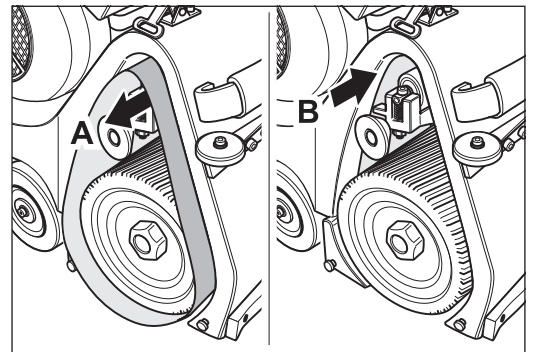

Abb. 41 Verläuft das Schleifband in Richtung **A** oder **B**, muss der Schleifbandlauf eingestellt werden.
- 5 Wenn das Schleifband entweder nach vorne (Richtung **A** in Abb. 41) oder nach hinten (Richtung **B** in Abb. 41) verläuft, muss der Schleifbandlauf eingestellt werden (➔ *Abschnitt 7.3.2, Einstellung des Schleifbandlaufs*). Wenn das Schleifband nicht auf der Spannwalze verläuft, bringen Sie das Abdeckblech wieder an.
Verläuft das Schleifband (Richtung **A** oder **B** in Abb. 41), muss es umgedreht werden und ein nochmaliger Testlauf erfolgen.
Läuft das Schleifband nach vorne (Richtung **A** in Abb. 41) und nach dem Umdrehen nach hinten (Richtung **B** in Abb. 41) oder umgekehrt, ist das Schleifband von schlechter Qualität und kann nicht verwendet werden (die Hülse ist konisch)!